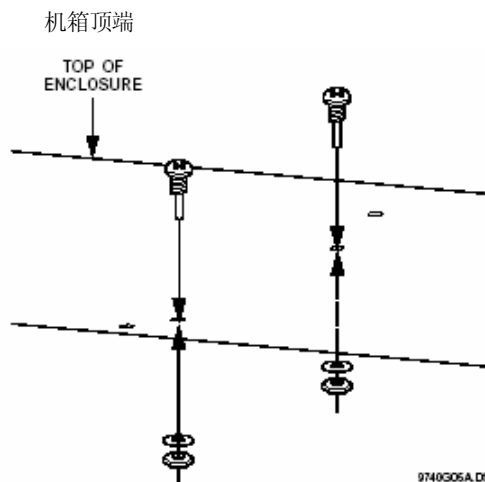

Figure 1. Installing the Ground Plane Screws, Washers, and Nuts
1. 固定好报警机箱后,在机箱上面的孔中安装螺丝、垫圈和螺母(见图 1)。